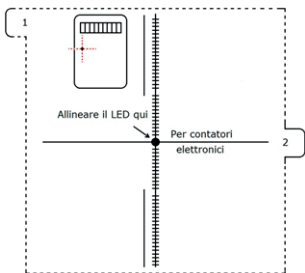

Fig.1
- a. Rimuovere il template (Fig.1) dallo sfondo bianco tirando delicatamente lo slip 1 nell'angolo a sinistra.
come da Fig.1.